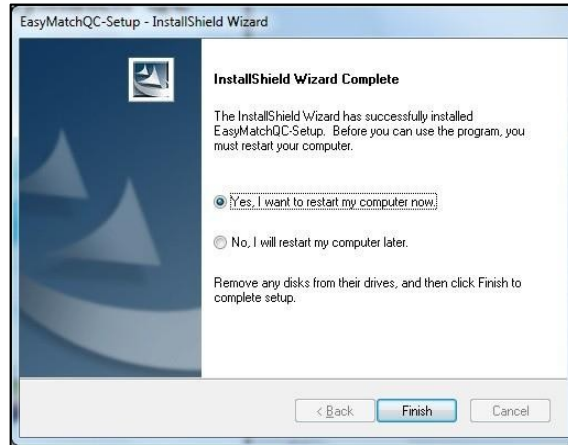

図4. インストール完了
- 図4に示すように、ライセンスを有効にするよう求める警告メッセージが表示されます。